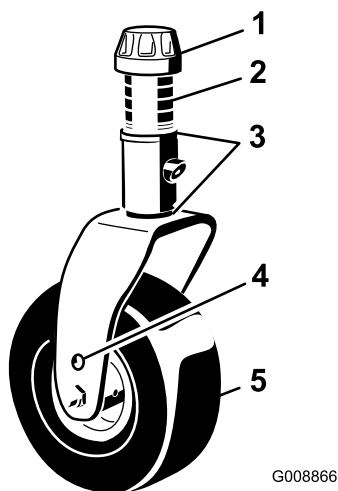

Figure 33
3. Ajoutez ou retirez des cales de 3 mm sur la fourche d'une ou de plusieurs roues pivotantes pour que la hauteur de coupe corresponde à celle indiquée sur l'autocollant (Figure 33) ; voir Réglage de la hauteur de coupe \(page 32\).